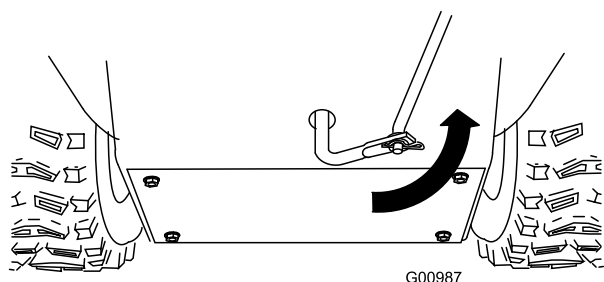

Figure 13
5. Tournez le bras de liaison inférieur complètement vers le haut (sens anti-horaire) (Figure 13).